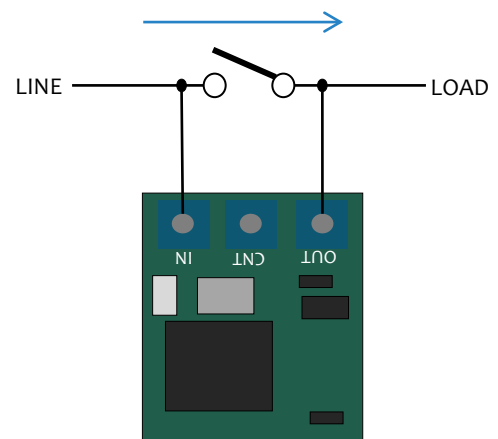
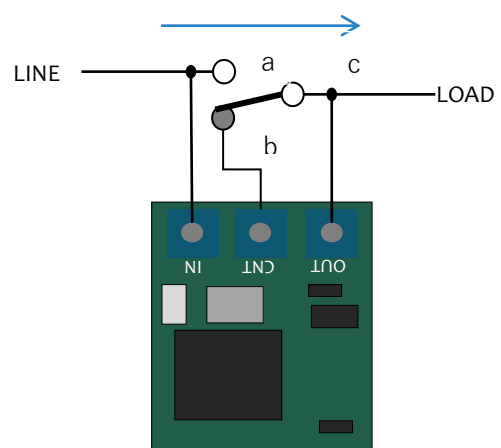

図 1-2
図 1-3
図 1-2 は Arcfree モジュールをメーク接点を持つスイッチに適用したものである。図に示した LINE は直流電源から来る配線で、LOAD は負荷につながる配線となり、スイッチの両端に Arcfree モジュールの IN と OUT がそれぞれ並列につながる事でスイッチの解離時にアークを抑制する。この回路では LINE に電圧が常時かかっていてキャパシターの C1 は充電状態であることを想定しているため LINE の電圧が瞬間的に大きく変動(5V 以上)すると積分回路は一瞬オン状態となることに注意する必要がある
図 1-3 は前記図 1-2 の LINE 電圧変動に対処した方式で、Arcfree モジュールをトランスファー型のスイッチで構成する場合の接続図です。スイッチがオフ状態では CNT(MOSFET ゲート)と OUT(MOSFET ソース)が B 接点により R2 を介してショートされており、B 接点が離れるとキャパシターC1 の充電による積分が始まるため FET に電流が流れその後スイッチがオン状態となりその後は接点を介して電流が流れ、スイッチがオフになる時は接点が解離したと
- Arcfree 回路のコンデンサー C1 はスイッチ解放時には充電されていることが遮断条件となるため元の電源電圧が大きく変動すると積分回路を通して瞬間的に導通状態となるため電源電圧が大きく変動するものにおいては図 1-3 に示す様に AB 接点を持つスイッチで遮断時は MOSFET のゲート、ソース間をショートさせる構成にすることを推奨する。